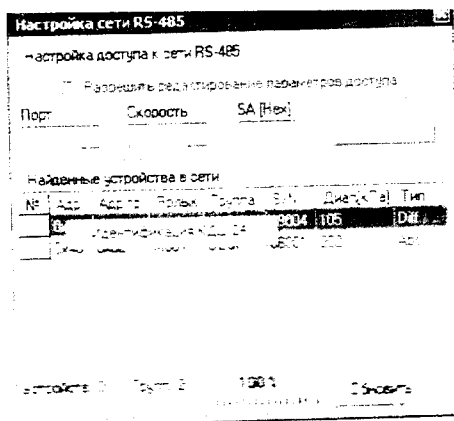

Рисунок 3 - Вид окна «Настройка сети RS-485»
- загрузите программу DESP.exe и убедитесь, что поверяемый преобразователь обнаружен. Для этого через пункт меню «Настройка – Сеть RS-485» или с помощью кнопки быстрого запуска «COM» откройте окно «Настройка сети RS-485» (рисунок 3)